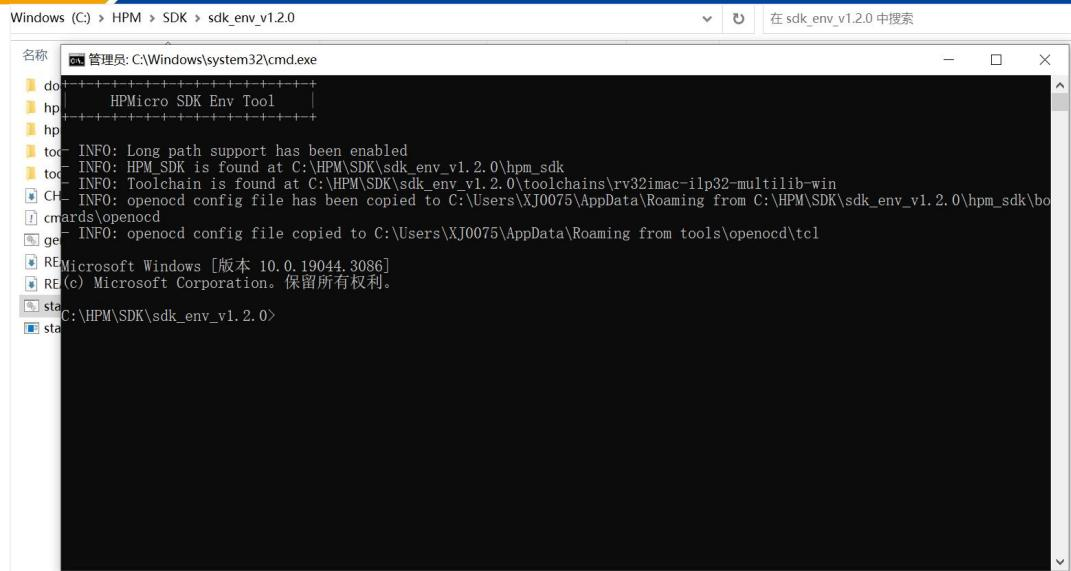

图 15: 打开 sdk prompt
5. 双击打开 sdk\_env\_v1.2.0下 start\_cmd.cmd, 该脚本将打开一个 Windows command prompt (以下将此 Windows cmd prompt 简称为 sdk prompt) , 如果之前步骤配置正确, 将会看到图15所示, 以下演示如何创建针对hpm6750\_adc\_evk的应用工程。